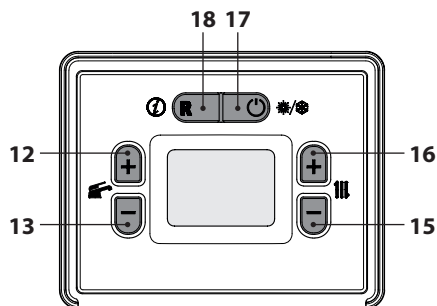
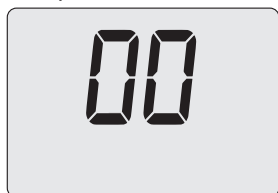

Figura 8.3
Figura 8.5
- Utilizzando i tasti 15 o 16 (Figura 8.3) è possibile modificare il valore del parametro A01 (Figura 8.5).
- Premendo il tasto 12 o 13 (Figura 8.3) si ottiene la conferma del valore inserito e si ritorna alla lista parametri (Figura 8.4).
- Premendo il tasto 17 (Figura 8.3) si esce dalla "modalità programmazione".